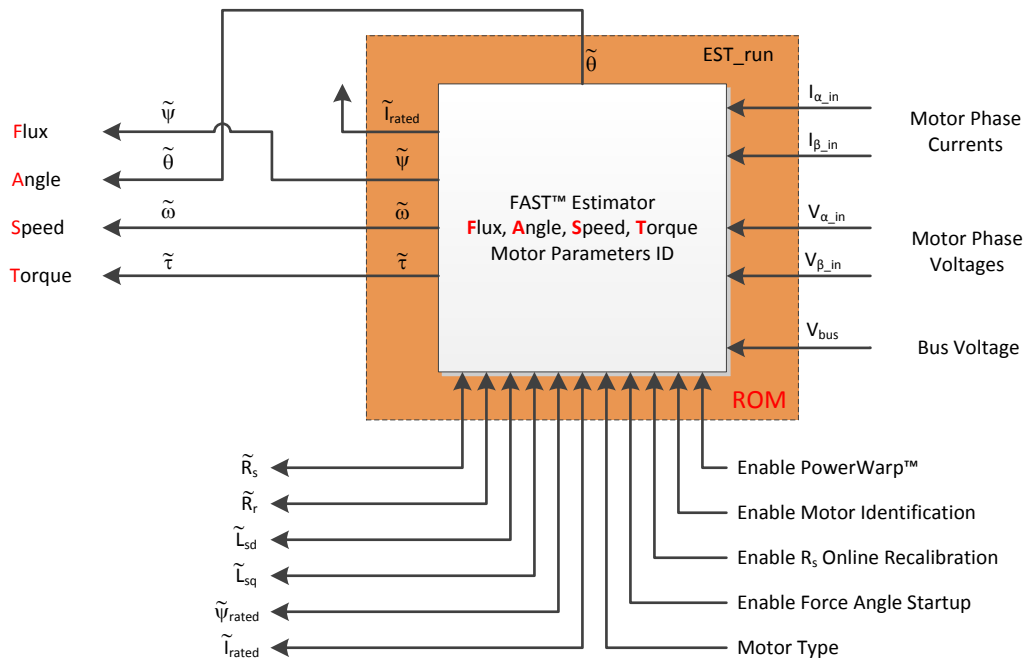

图 1. FAST - 估计磁通、角度、速度、转矩 - 自动电机识别
TMS320F2806xF 是德州仪器 (TI) 的第一个器件系列 (69F, 68F 和 62F — 80 或 100 引脚封装), 此器件系列包括 FAST™ (图 1) 估算器和额外的电机控制功能, 能支持级联的速度和转矩环路以便实现高效的三相磁场定向电机控制 (FOC)。